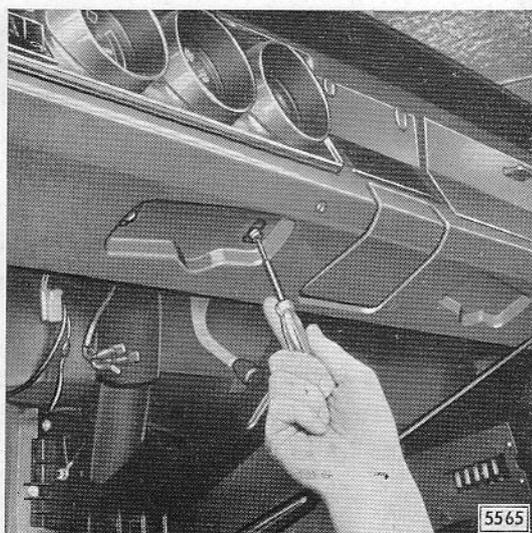

Bild B 7 - Schraubenschraube aus Haltestrebe herausschrauben
6. Die nach dem Abbohren in den Haltestreben verbliebenen Schraubenschäfte heraus-schrauben (Bild B 7).